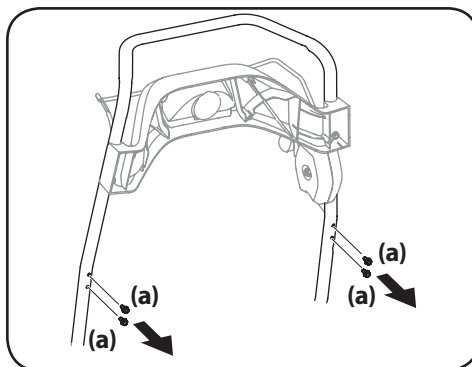

Figura 2-11
1. Extraiga los tornillos de cabeza hexagonal (a) de la parte posterior de la manija (dos a cada lado). Consulte la Figura 2-11.